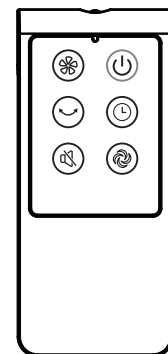

Fig. 10
I. Mando a distancia (Fig. 10)